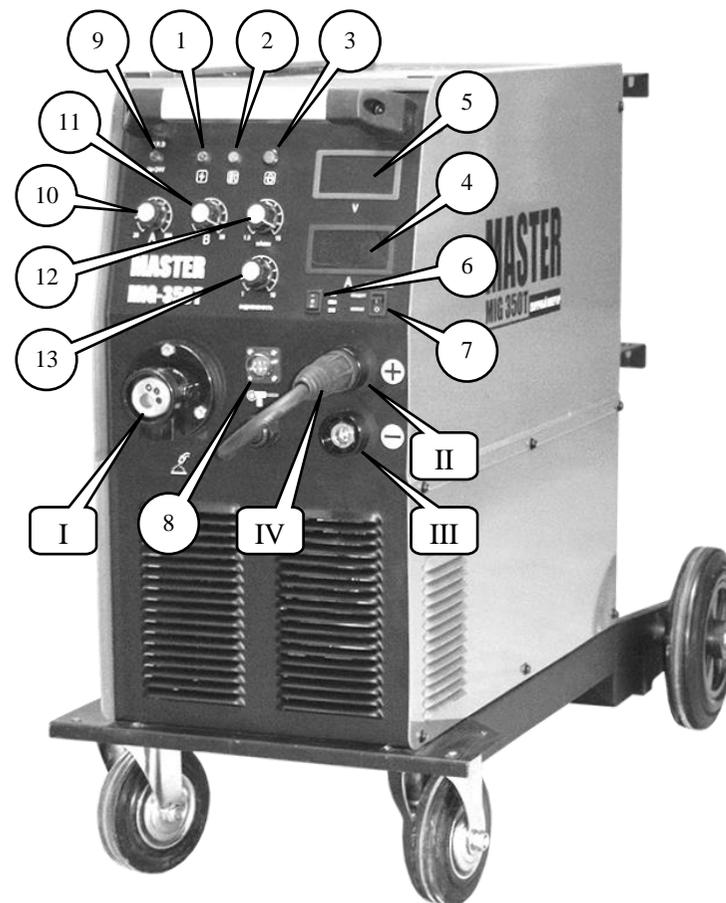

Рис. 1. Расположение органов управления и индикации.
- Подключить сварочную горелку к евроадаптеру I (Рис. 1) сварочного аппарата.
- Подключить силовой разъем горелки к разъему III (-) (Рис. 1) сварочного аппарата.